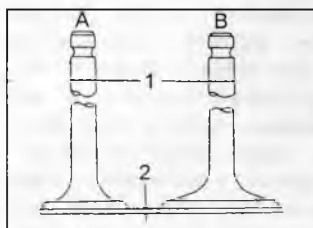

Рис. 58
следующее ограничение: минимальная толщина тарелки клапана до фаски - 0,5 мм. На Рис. 58 показано место измерения диаметра стержня клапана (1) и остаточной толщины тарелки клапана до фаски (2) для впускного (B) и выпускного (A) клапанов.